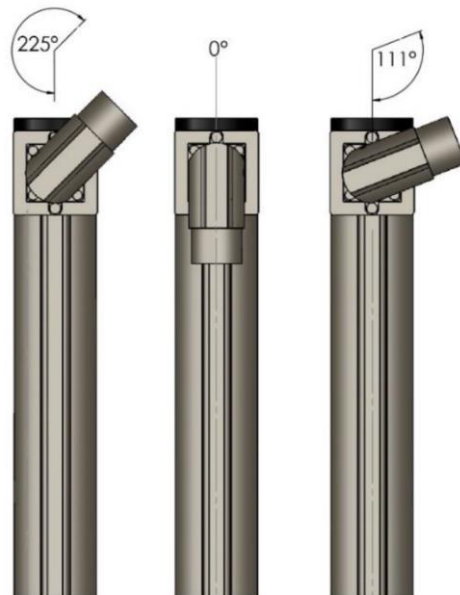

Abb. 14 Einstellung der C-Motorstecker (PDL30/40 Modulen)
Sind bei den PDL30/40 Modulen C-Motorstecker vorgesehen, können die C-Stecker in beide Richtungen gedreht werden (siehe Abb. 14). In diesem Fall muss die maximale Drehbarkeit der C-Stecker beachtet werden.
- Falls eine Verstellung der Stecker erforderlich wird, stets die maximal erlaubte Drehbarkeit beachten (siehe Abb. 14).